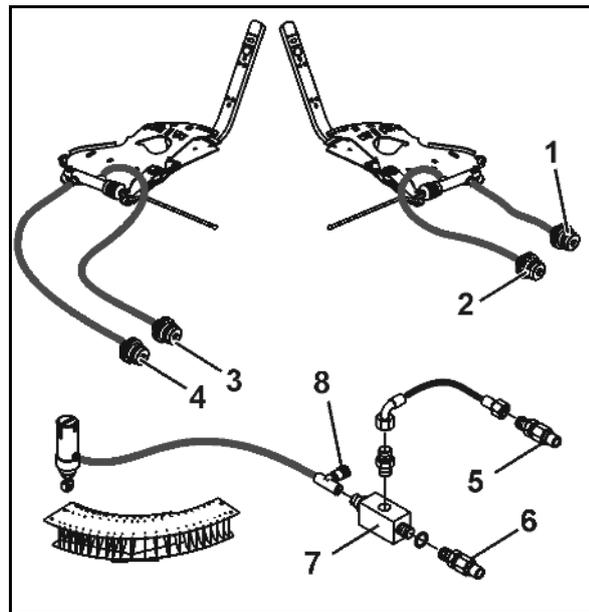

Fig. 96
1. Dévissez le graisseur (Fig. 96/1) logé dans la mâchoire d'accouplement (Fig. 96/2) de l'arbre à cardan.
2. Retirez la vis de cisailement (Fig. 96/4) logée entre le flasque de la mâchoire de l'arbre à cardan (Fig. 96/3) et le flasque de l'arbre d'entrée du boîtier.